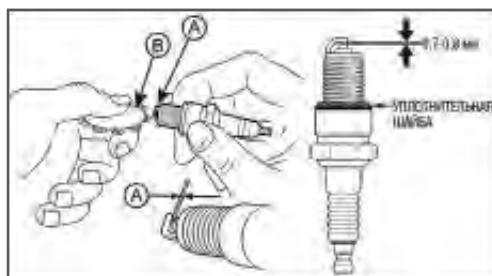

Рис. 27 Зазор между электродами свечи зажигания А- зазор В- щуп
4. Измерьте зазор А между электродами свечи зажигания специальным щупом В (Рис. 27). Зазор должен быть 0,7- 0,8 мм (Рис. 27). При увеличении или